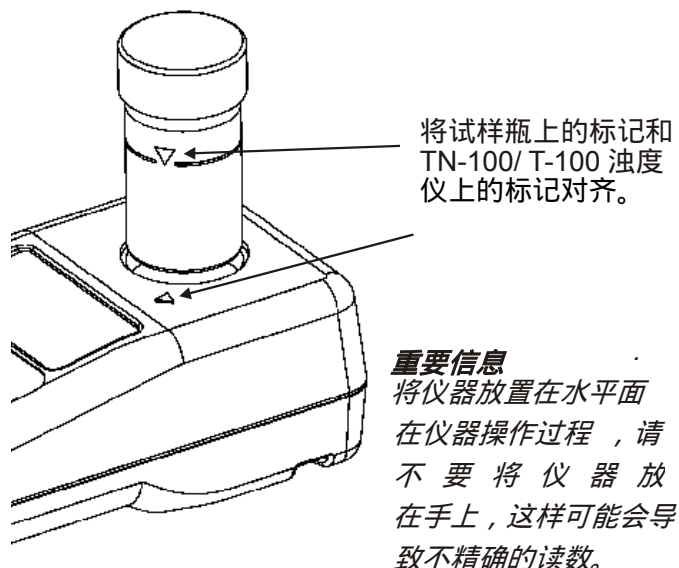

图 10: 将采样瓶上的标记和仪器上的对齐
3. 取出 CAL 1 标准溶液(800 NTU)，将此小瓶子上标记与仪器上的标记对齐后插入到检测孔。参阅第12 页图 10。